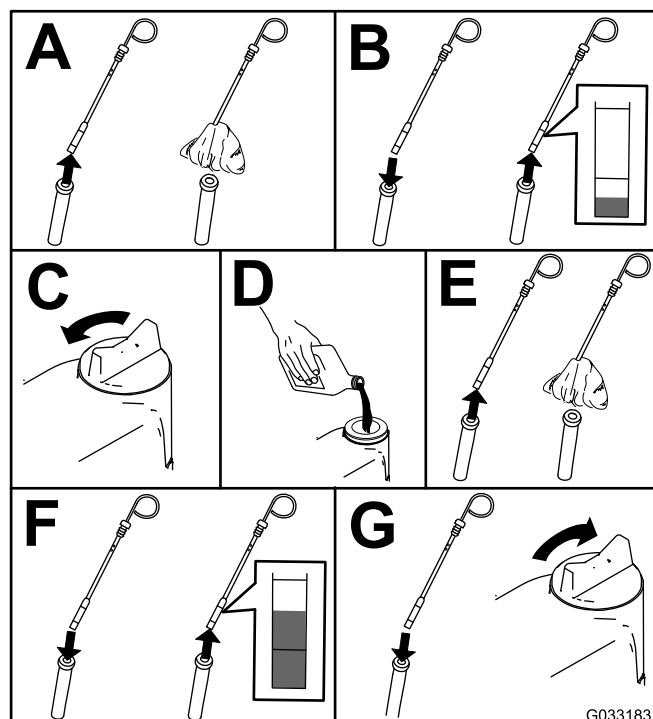

Figura 52
2. Retire la varilla, límpiela, vuelva a colocarla en el tubo y retírela de nuevo. El nivel de aceite debe estar entre las marcas de lleno y agregar (Figura 52).